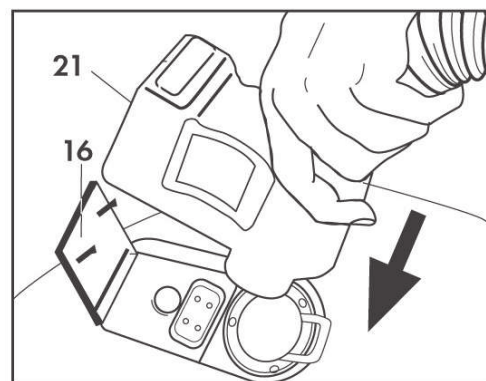

Fig. 6
Sluit het klepje voor aansluiting van accessoires (16) op het lichaam van de snelkoppeling en controleer of beide onderdelen vasthaken. (Fig. 6)